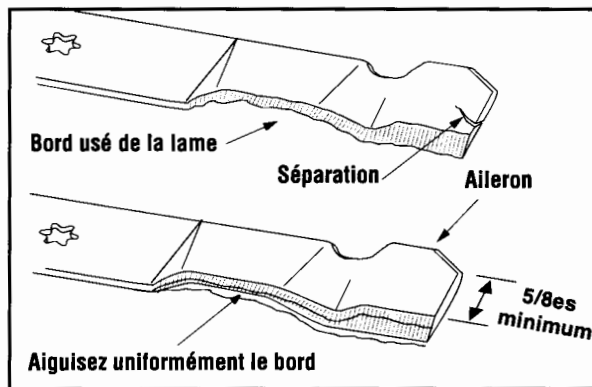

Figure 20
- Pour aiguiser les lames, la même quantité de métal des deux extrémités des lames sur le côté tranchant. Voir la Figure 20. Aiguiser le bord tranchant sur toute sa longueur, parallèlement au bord arrière, soit à un angle de 25° à 30°.
IMPORTANT: Si le bord tranchant a déjà été aiguisé et qu'il reste moins de 5/8es po à l'aileron, ou si une séparation des couches métalliques s'est produite, remplacez les lames. Voir la Figure 20.